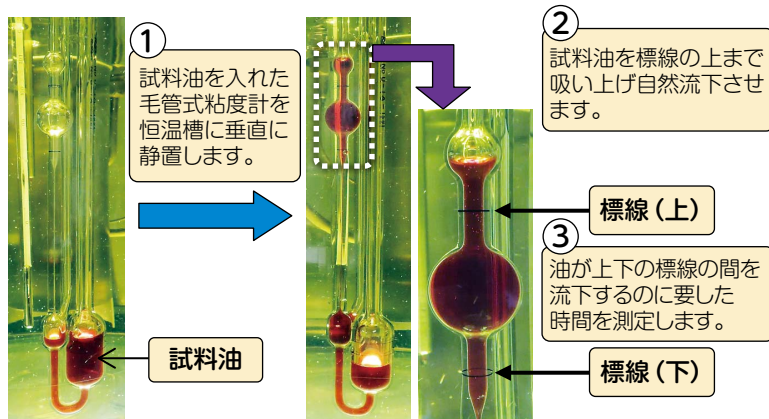

図2 動粘度測定方法
実際の動粘度の測定方法では、恒温槽の中に設置して規定温度に保持した一定量の試料油を(図2①)、細いガラス管(毛管)内で自然流下させ(図2②)、上下2本の標線で区切られた規定の距離を流下するのに要した時間(秒)を測定します(図2③)。流下時間に、粘度計固有の定数(粘度計乗数)を乗じた積を動粘度として算出します。